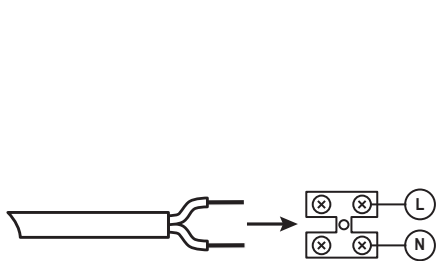

Рис. 1
4. Присоедините концы подготовленного кабеля к проводам светильника L, N способом, допустимым «Правилами устройства электроустановок» (Рис. 1).